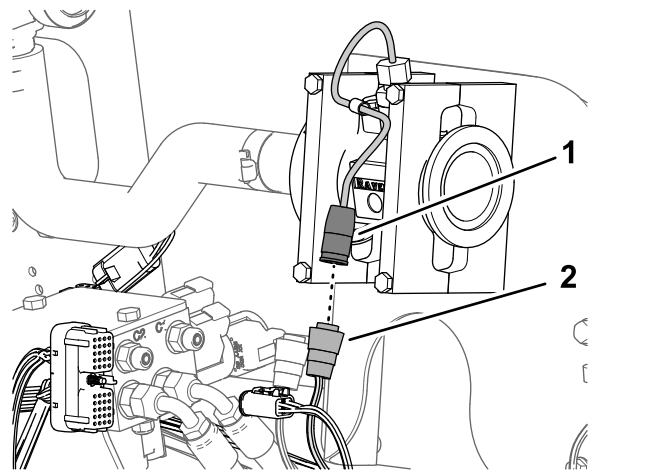

Figura 87
- Collegate il connettore elettrico a 3 prese della diramazione di 89 cm del cablaggio preassemblato indicato come FLUSSOMETRO al connettore a 3 pin del flussometro (Figura 87).